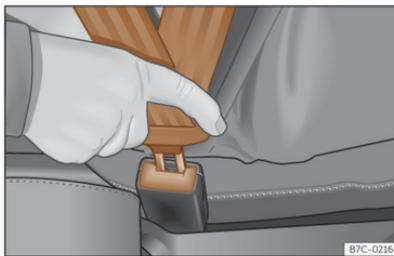

Fig. 37 Insertar la lengüeta del cinturón de seguridad en su cierre.
• Encastre la lengüeta en el cierre del asiento correspondiente >>> **fig. 37.**